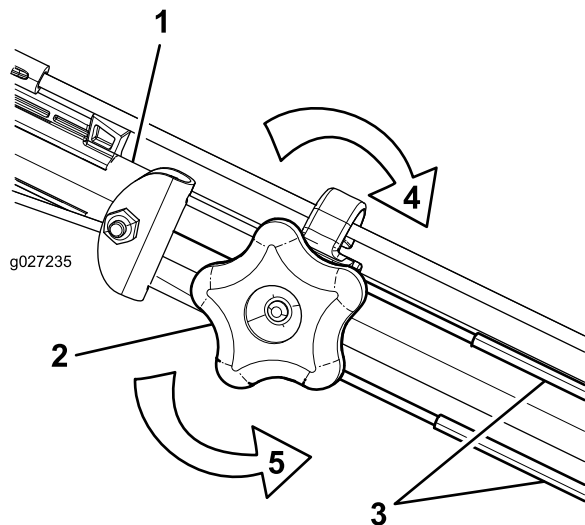

Figura 35
1. Gire el pomo de ajuste en sentido antihorario para aflojar el cable (Figura 35).
2. Ajuste la tensión del cable (Figura 35) tirando del mismo hacia atrás o empujándolo hacia adelante, y sujételo en esa posición.